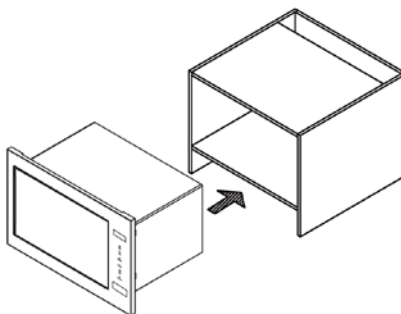

Рис.1
1. Поместите микроволновую печь горизонтально в секцию и сделайте равное расстояние как с левой, так и с правой стороны. (см. рис.1)